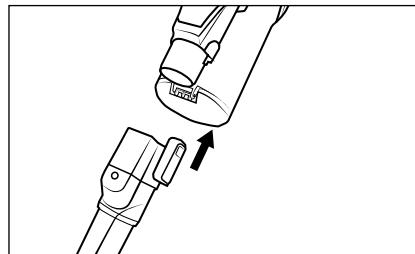

Fig. 14
- Utilizzare la bocchetta a spazzola rotonda ⑯ con setole dure per lo sporco ostinato nei tapetii grezzi oppure per abitacoli molto sporchi. L'accessorio spazzola può essere staccato dalla bocchetta per aspirare ad esempio inserti tondi o vani portaoggetti in auto.
- ◆ Infilare gli accessori sul tubo di aspirazione ⑭ oppure sull'apertura di aspirazione dell'apparecchio fino a quando non si innestano in posizione con un clic (vedere fig. 14). Assicurarsi che siano posizionati e fissati correttamente.